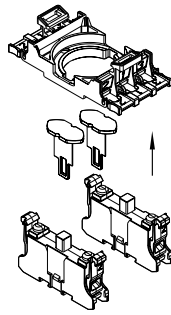

Fig. 4
- Pre montaje de los elementos de contacto en el portacontactos (véase fig. 4): Para la colocación sólo está permitido utilizar las posiciones exteriores\*: